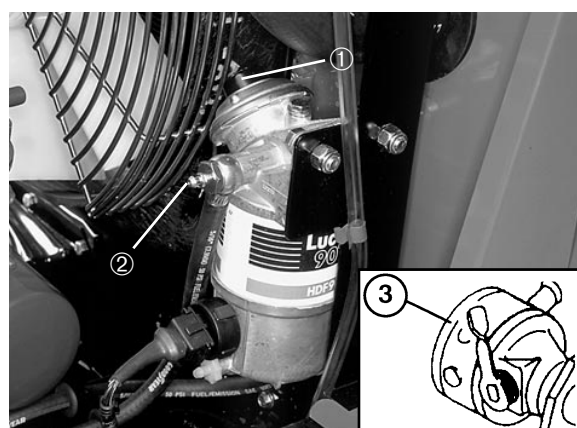

Fig. 13
3. Løsn brændstoffilterets udluftningsskrue et par omgange.. Pump spædestemplet (Fig. 13), til der kommer en jævn strøm brændstof ud af hullet i udluftningsskruen. Når der ikke er flere luftbobler i brændstoffet, skal udluftningsskruen strammes, mens spædestemplet går nedad. Tør evt. spildt brændstof op.